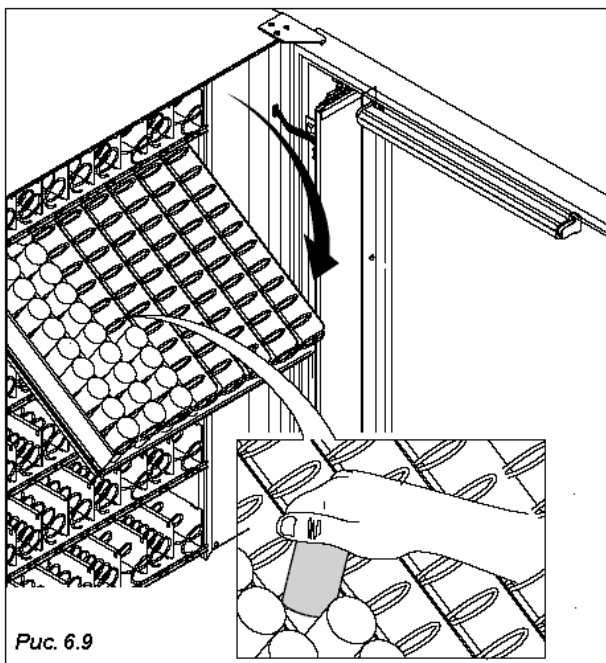

Рис. 6.9
- Чтобы выполнить загрузку продуктовых контейнеров, необходимо вынуть каждый из контейнеров, подав их на себя до упора. Три первые сверху контейнера для облегчения загрузки можно наклонить вниз (Рис.6.9).